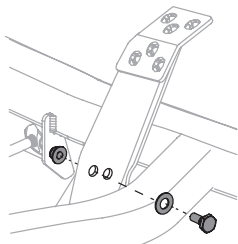

Figura 37
2. Retire el perno hexagonal, la arandela y la tuerca hexagonal cerca del centro del conjunto del pedal (Figura 37).
4. Vuelva a instalar el hardware que retiró anteriormente y apriete la tuerca a 28-35 pies-libras (38-47 N-m) (Figura 37).